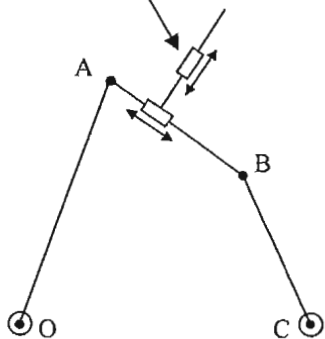

Figura 1
Se desea diseñar un sistema de guiado para el corte por láser basado en un cuadrilátero articulado. Dicho sistema tendrá un soporte ajustable para la fijación de la antorcha láser en distintas posiciones de forma que esta sea capaz de seguir diferentes trayectorias según el patrón de corte requerido (figura 1). Las dimensiones del cuadrilátero articulado son $\overline{OA} = 200\text{mm}$, $\overline{AB} = 125\text{mm}$, $\overline{BC} = 125\text{mm}$ y $\overline{AC} = 220\text{mm}$. Se pide:
- En los tres casos siguientes determinar gráficamente, describiendo brevemente el procedimiento, la posición del soporte de la antorcha (S) para que, en el instante representado en la figura 1: